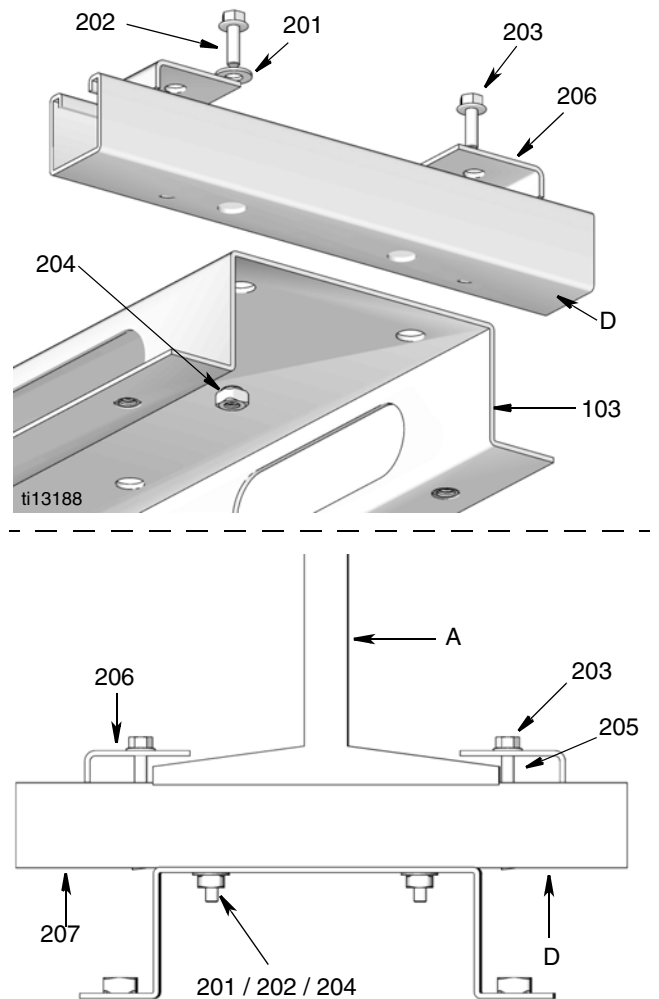

FIG. 10
1. Bien attacher les rails de fixation (D) au rail.
2. Mettre les attaches ajustables (206) des rails de fixation sur la poutrelle en I (A) et bien les serrer (FIG. 10).